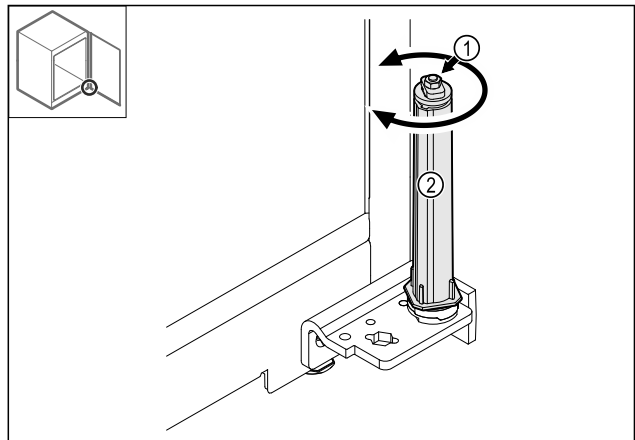

Fig. 39
- Verschraubung Fig. 39 (1) des Schließsystems nicht zerlegen.
- Schließsystem Fig. 39 (2) drehen, bis es klickt.